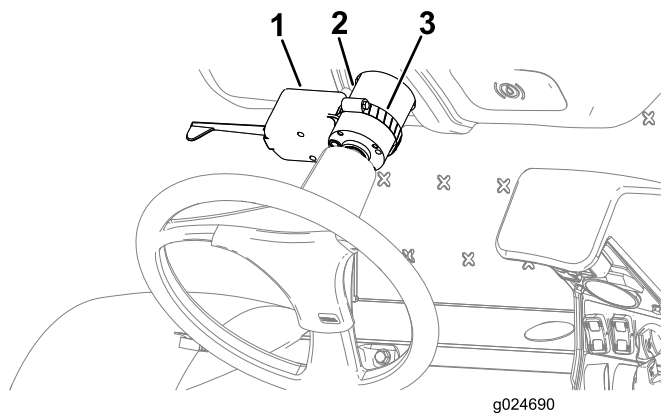

図 19
2. ステアリングホイールのバルブにホースクランプを通し、そのクランプを方向指示器スイッチの開口部に挿入する 図 19。
3. ホースクランプで、方向指示器スイッチをステアリングコラムに固定する 図 19。